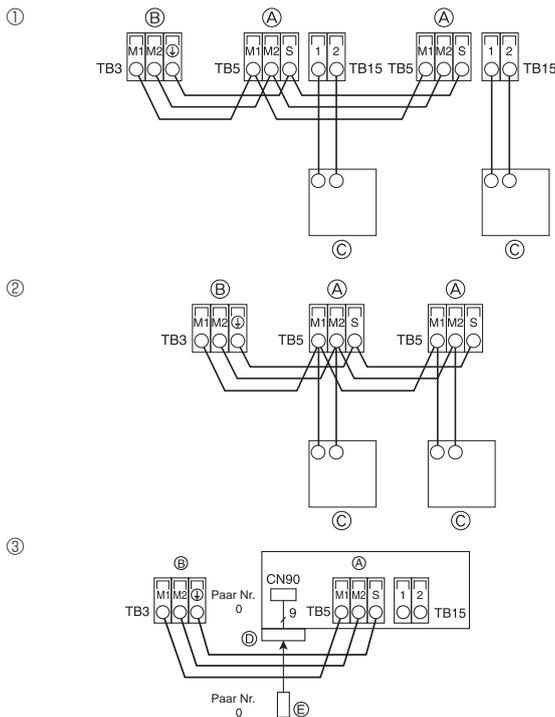
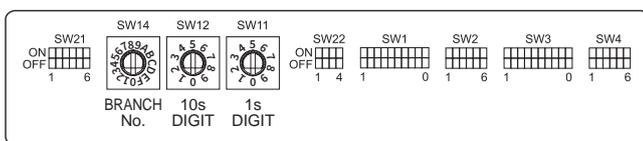

Fig. 5-12
Fig. 5-13
5.5. Anschluss der Fernbedienungs-, Innen- und Außenübertragungskabel (Fig. 5-12)
- ① MA-Fernbedienung
- ② M-NET-Fernbedienung
- ③ Kabellose Fernbedienung (bei Installation des kabellosen Signalempfängers)
5.6. Adressen einstellen (Fig. 5-13)